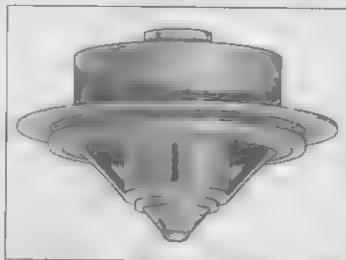

Рис. 14.17 Термостат устанавливается пружинной стороной вниз
7. Установите новый термостат, положив его пружинной стороной вниз (рис. 14.17), а затем закрутите болты.